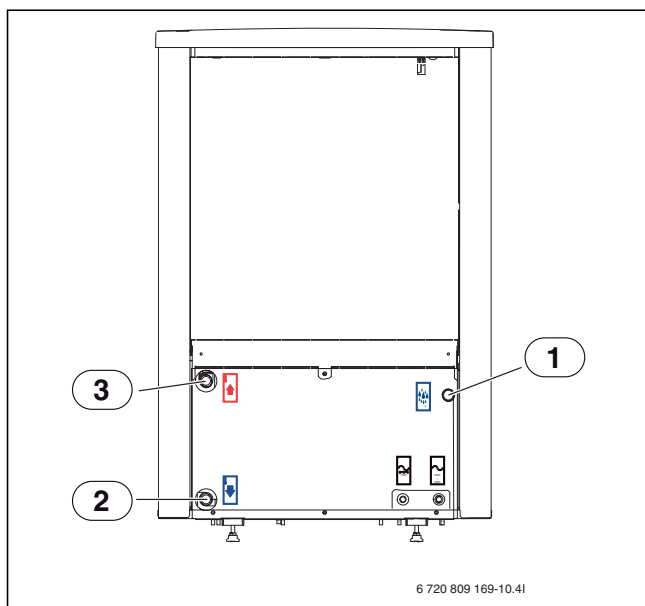

Рис. 79 Описание соединения теплового насоса относится ко всем типоразмерам.
- ▶ Установите грязевой фильтр, рассчитанный для использования на улице, на обратный поток в тепловой насос, непосредственно на теплообменник (→ [2], Рис. 79).